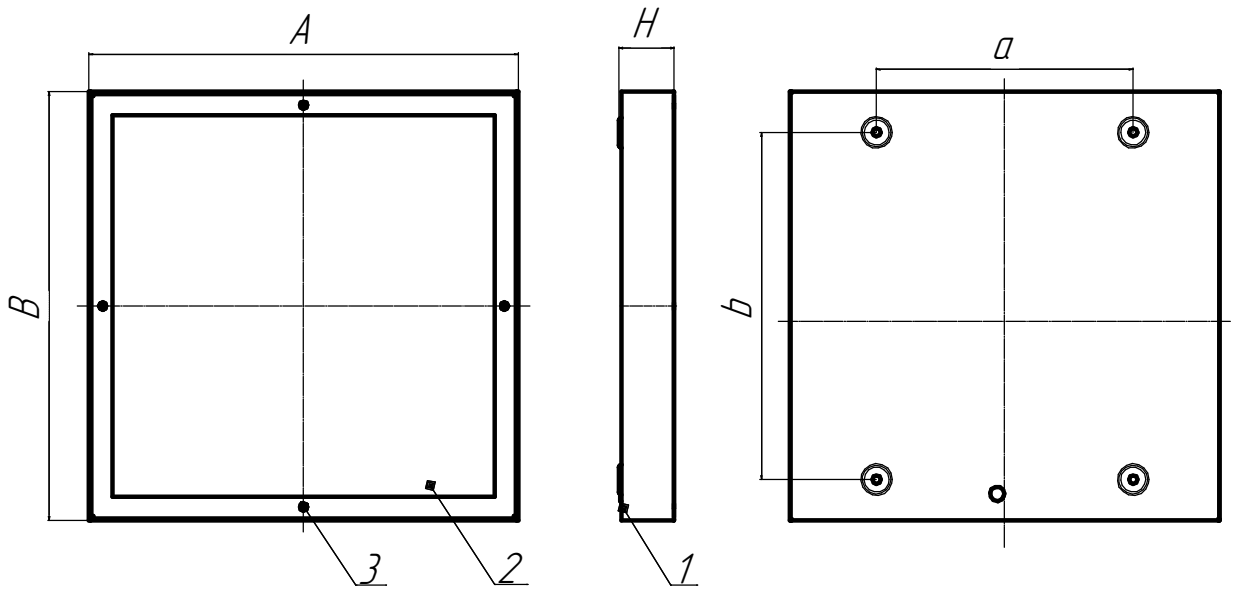

Рисунок 1 - Светильник ДПО15
5.3 Снимите обечайку (поз.2) рисунок 1, предварительно открутив 4 винта (поз.3).